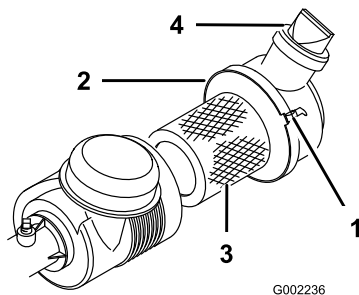

図 38
エアクリーナ本体にリーク原因となる傷がないか点検してください。本体とカバーがしっかり密着しているのを確認してください。破損したボディーは交換してください。また、使用ごとにバルブ（図 38）をひねって、ゴミを落としてください。フィルタの定期整備間隔は100運転時間です。
3. ストラップをゆるめてカバーとボディー（図 38）を分離する。
7. ストラップを固定する（図 38）。
4. カバーを取り付け、バルブを下にしてストラップで固定する（図 38）。